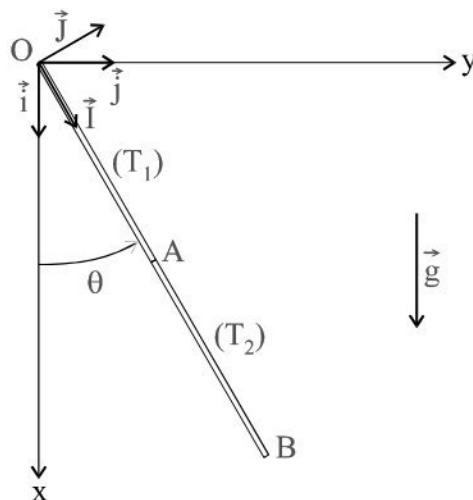

Figure 3
Une tige (T) filiforme de longueur $OB=2L$ est formée par deux tiges homogènes (T_1) et (T_2) similaires à la tige précédente, de même longueur $OA=AB=L$ et de masses respectives m_1 et $m_2=5m_1$. Elles sont soudées en A dans le prolongement l'une de l'autre. Soit $M=6m_1$ sa masse totale. (T) est mobile sans frottement dans le plan xOy vertical autour d'une articulation parfaite d'axe $z'z$ passant par l'extrémité O (figure 3). Le champ de pesanteur $\vec{g}$ est dirigé selon Ox vertical : $\vec{g} = g \vec{i}$.
Le mouvement est étudié dans le référentiel terrestre supposé galiléen. La position est définie par l'angle $\theta = (\vec{Ox}, \vec{OB})$. Les grandeurs vectorielles seront exprimées dans la base mobile $(\vec{i}, \vec{j}, \vec{k} = \vec{k})$, $\vec{i}$ étant le vecteur unitaire de OB et $\vec{k}$ celui de Oz (voir figure 3).